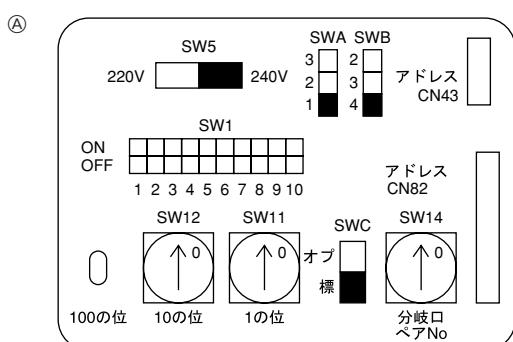

Fig. 4-4
- *1 通过室外机组的接地终端④将传送电缆接地。
4.3. 设定存储位置 (Fig. 4-4)